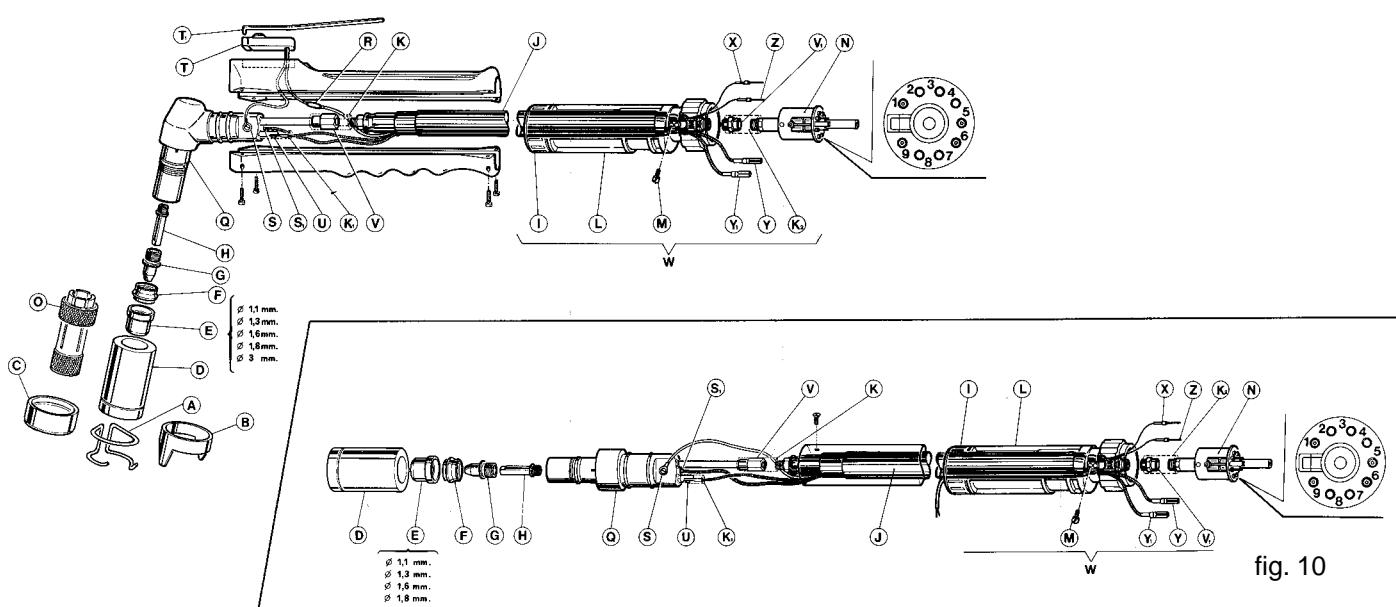

fig. 10
5 MANTENIMIENTO DE LA ANTORCHA (FIG. 10)
**ATENCION:** No enroscar nunca el porta tobera D (fig. 10) sobre el cuerpo antorcha Q sin haber antes armado los particulares de consumo eléctrico G, difusor F y tobera E.